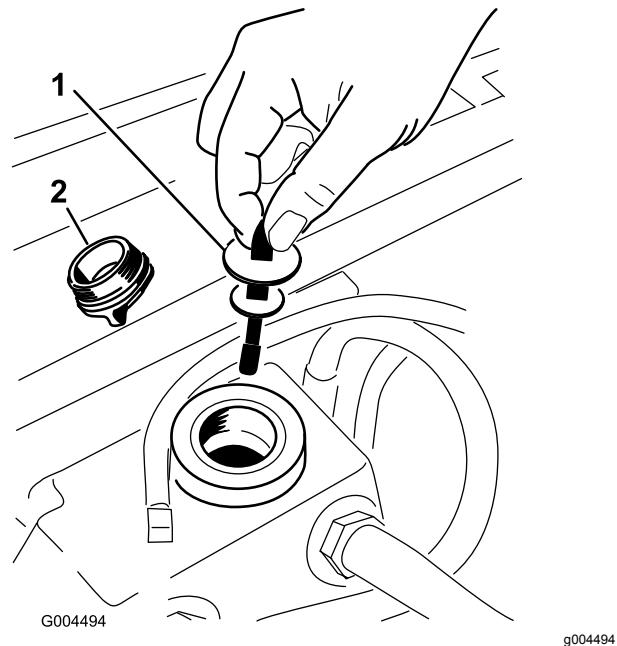

Figura 90
5. Retire el tapón de llenado de aceite hidráulico del cuello de llenado (Figura 90).
6. Retire la varilla y límpiela con un paño limpio (Figura 90).
7. Inserte la varilla en el cuello de llenado; luego retírela y compruebe el nivel de fluido (Figura 90).